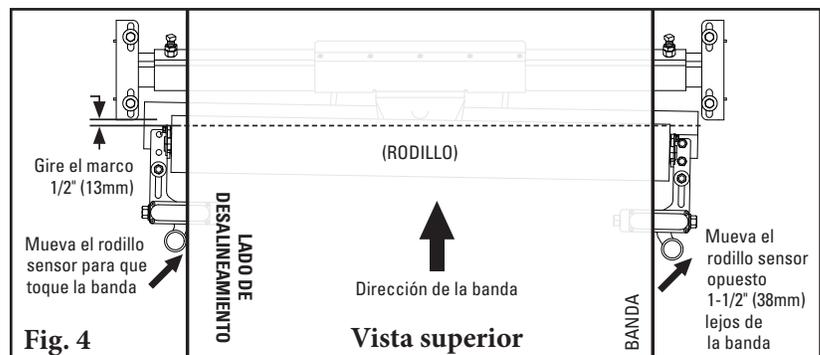

Fig. 4
6. **Retire el rodillo** al destornillar los Retenedores de rodillo (Fig. 4). Determine la orientación del alineador y quite el soporte de extensión lateral (Fig. 4a).
5. **Gire el marco para el lado donde se encuentra en desalineamiento.** Introduzca el rodillo sensor hasta que toque la banda. Mueva el rodillo sensor opuesto 1-1/2" (38mm) fuera de la banda (Fig. 4).
5. **Gire el marco 1/2" (13mm) hacia el lado del desalineamiento.** Introduzca el rodillo sensor hasta que toque la banda. Mueva el rodillo sensor opuesto 1-1/2" (38mm) fuera de la banda (Fig. 4).